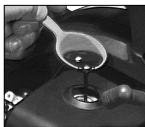

Fig. 9
8. Fyld en teskefuld ren 2-taktsolie i forbrændingskammeret (fig. 9). Træk flere gange langsomt i startsnoren for at få fordelt olien inde i motoren. Sæt tændrøret i igen.